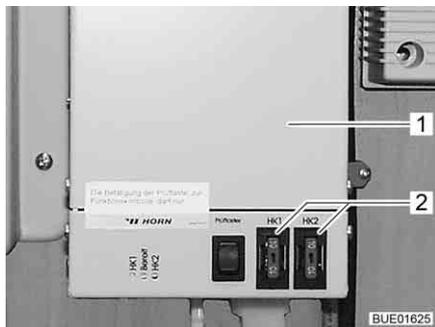

Fig. 168 Regolatore riscaldamento per tubazioni delle acque grigie
I fusibili si trovano sul regolatore (Fig. 168,1).
- Sostituire il fusibile (Fig. 168,2).